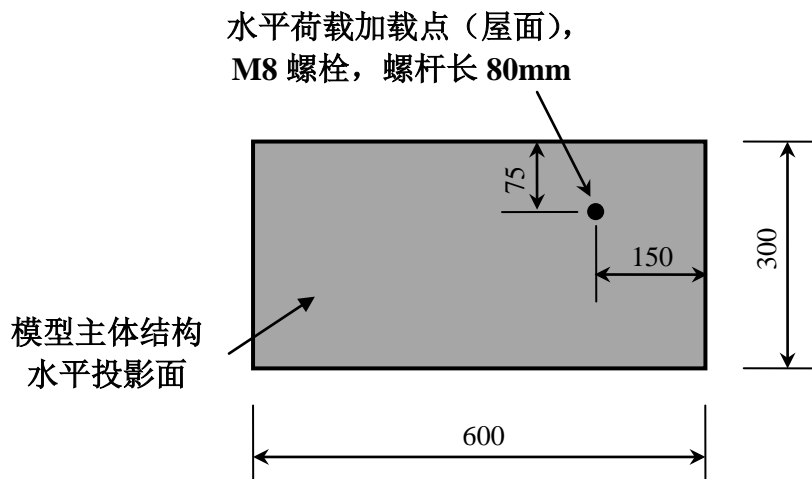

图 4（单位：mm）
8、水平加载点位置位于结构顶层楼面，距离模型整体水平投影长边边缘 75mm、距离投影短边边缘 150mm，模型在楼板上自留可穿过 M8 螺杆的孔洞。加载点位置详见图 4。